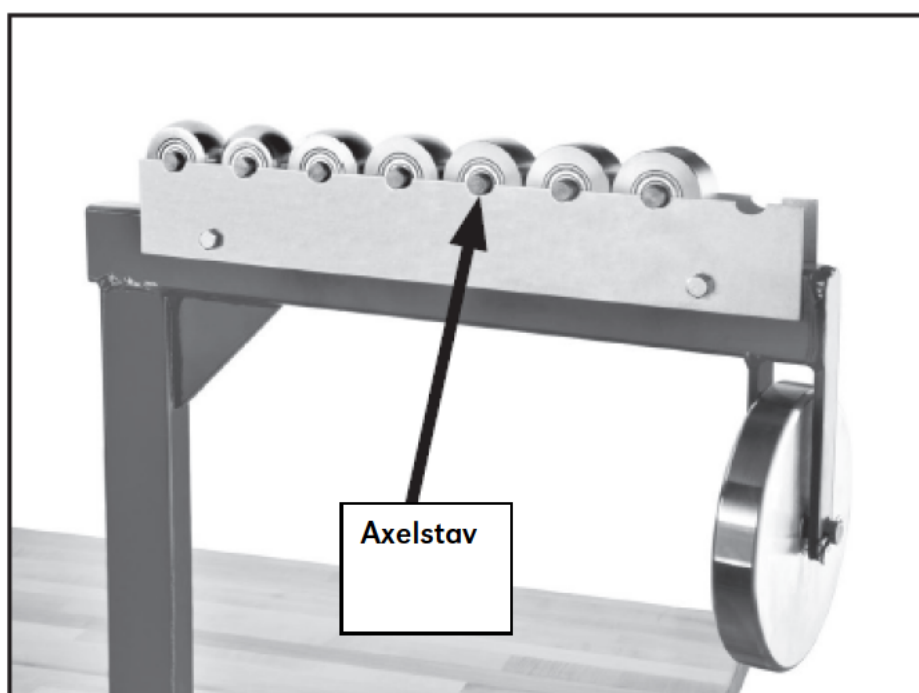

Bild 10. Nedre hjulmontagen på hjulförvaringshyllan.
7. För in en axelstav i varje nedre hjul och placera montagen på hjulförvaringshyllan (se bild 10).